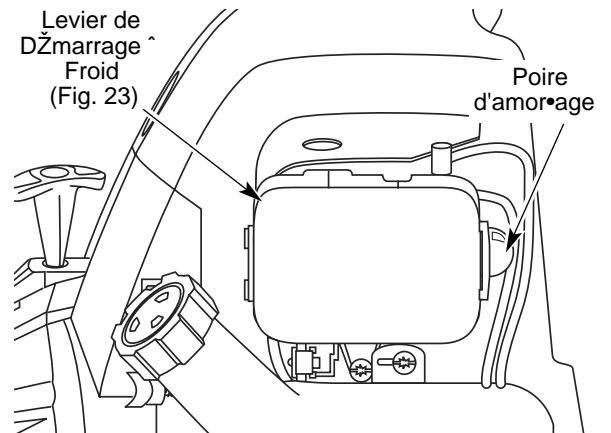

Fig. 21
3. Pressez et rel•chez la poire dÕamor•age ^ 10 reprises, lentement. Une certaine quantitZ de carburant devrait •tre visible dans la poire dÕamor•age et les conduites de carburant (Fig. 21). Si vous nÕapercevez pas de carburant dans la poire, pressez et rel•chez la poire autant de fois que nZcessaire jusquÕ ce que vous aperceviez du carburant dans cette derni•re.